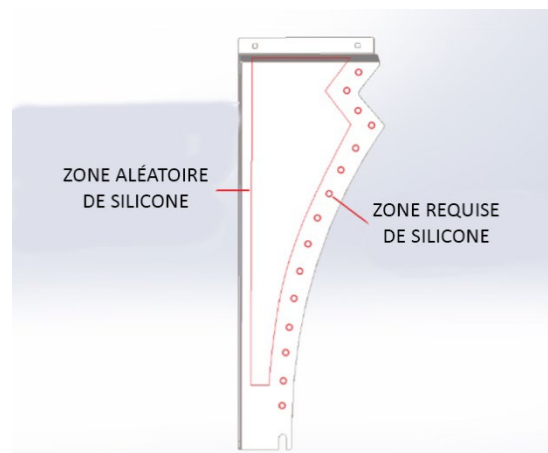

Figure 4 – Emplacement du silicone illustré
18. Appliquez une quantité généreuse de silicone à l'arrière du panneau d'extension du capot, comme illustré ci-dessous (voir figure 4).